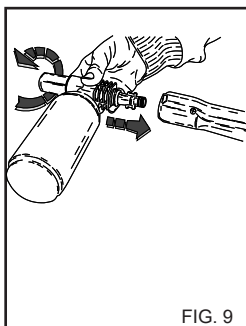

FIG. 9
2) Снимите насадку с пистолета и присоедините насадку для распыления моющего средства (рис. 9), включите аппарат и распылите раствор на загрязненную поверхность снизу вверх.